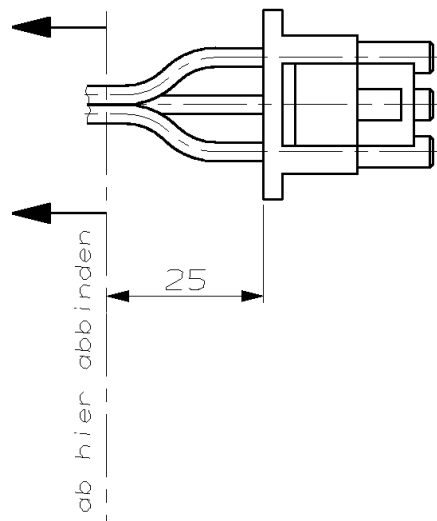

Bild 3
- (1) Bei geradem Drahtabgang dürfen die Drähte erst nach 25 mm Abstand zur Gehäuseoberkante abgebunden werden (siehe Bild 3)